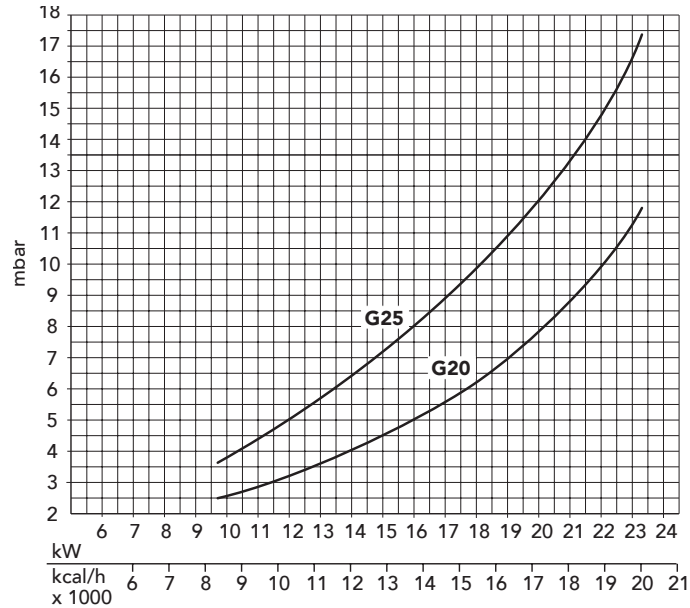

Fig. 3
**N.B.** - Les pressions du gaz au brûleur et les débits de gaz au cours de la **phase de chauffage installation** indiqués dans le tableau se réfèrent à la **puissance nominale de la chaudière**: si on veut réduire cette puissance (lorsque cela est possible), il faut diminuer la pression du gaz jusqu'à la puissance minimum (cf. diagrammes des Fig. 3 et 4).